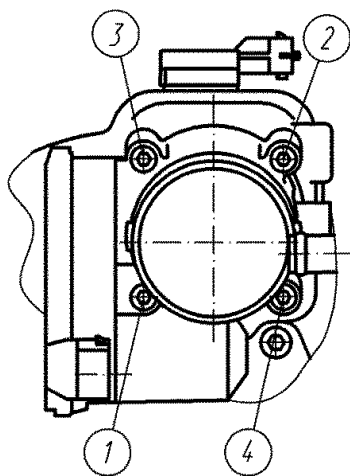

Рис.107. Последовательность затяжки винтов крепления дроссельного модуля
2. Установить и закрепить к ресиверу дроссельный модуль с прокладкой. Винты крепления дроссельного модуля затягивать крест-накрест (рис.107).